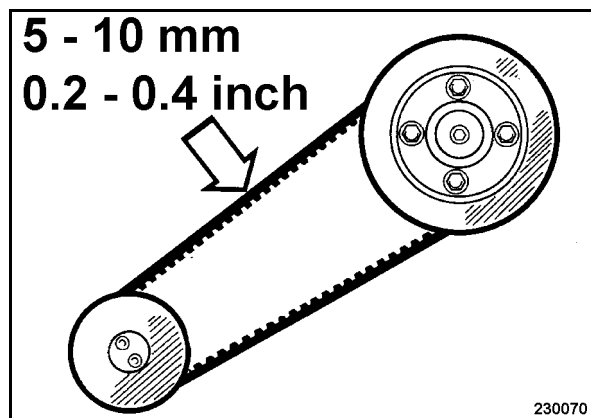

рис. 53
- Проверить состояние и натяжение клинового ремня (рис. 53). Заменить поврежденный клиновой ремень.